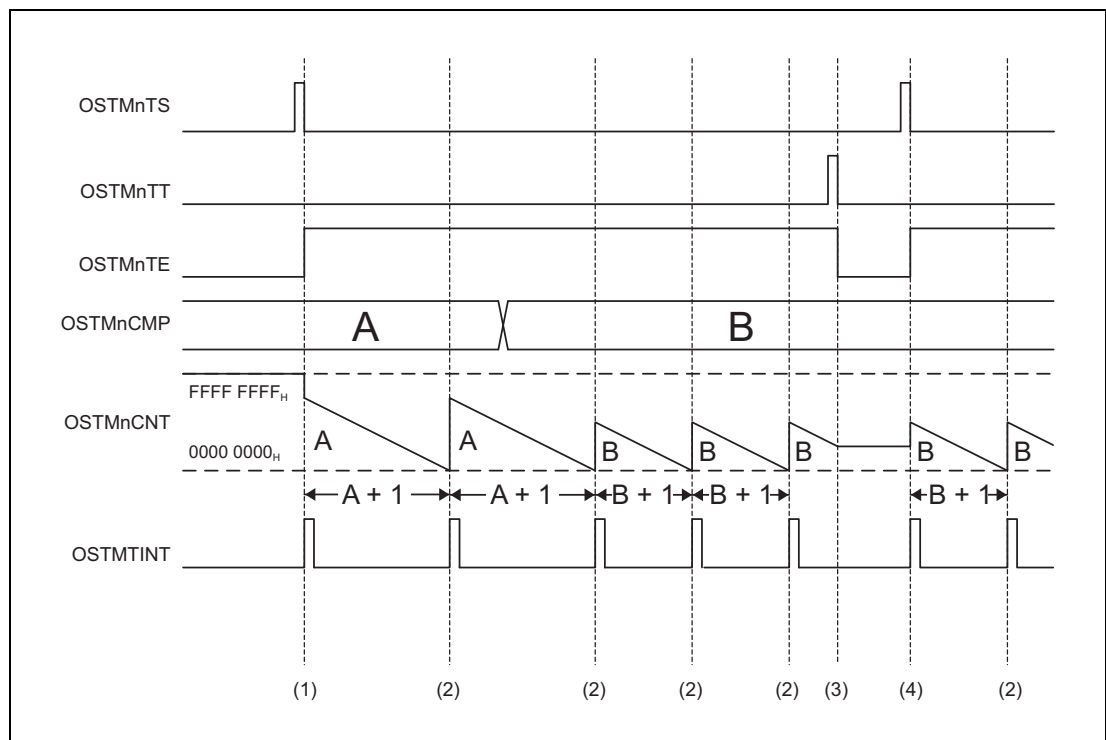

図 23.3 インターバルタイマモードの OSTM のタイミング図
- (1) カウンタは、「**図 23.3 インターバルタイマモードの OSTM のタイミング図**」で説明されているように動作を開始します。
- (2) カウンタは、動作している間 ($OSTMnTE.OSTMnTE = 1$) $OSTMnTS.OSTMnTS = 1$ にすると、リスタートします。